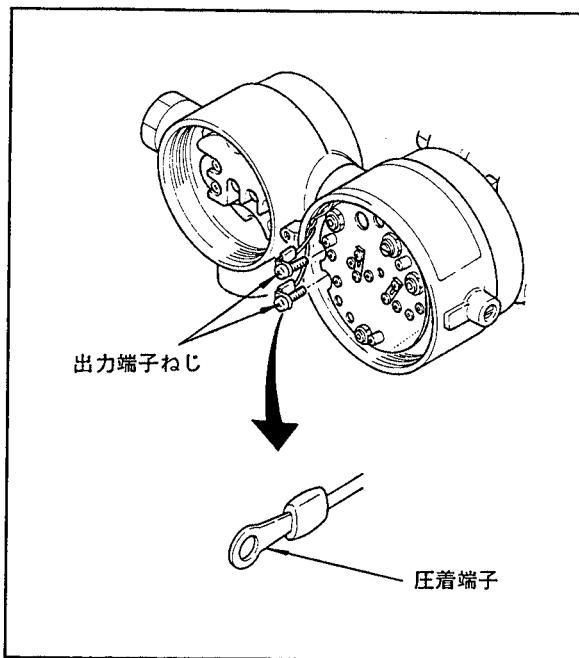

図6.7 リード線の取りはずし
- (1) 電源を切ります。
- (2) カバーを取りはずします。
- (3) プラスドライバで出力端子ねじをゆるめ、リード線をはずします。(図6.7参照)
6.5.4 プロセスコネクタガスケットの交換(図6.7)